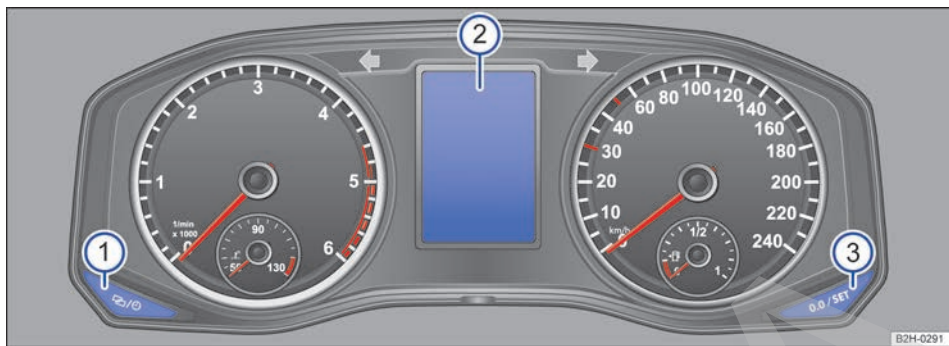

Fig. 157 Teclas del cuadro de instrumentos, en el tablero de instrumentos.
- Pulse la tecla → fig. 157 ① del cuadro de instrumentos tantas veces como sean necesarias hasta que en la pantalla ② aparezca RDK presión neum. calibración.
- Mantenga pulsada la tecla ③ durante más de 3 segundos hasta que suene una señal acústica.